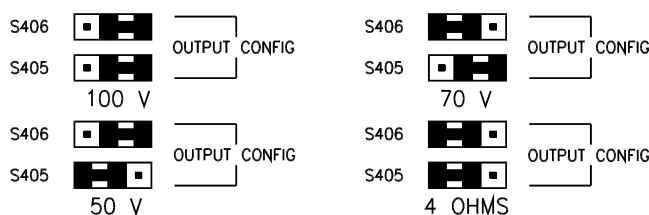

Bild 5 Codierbrücken S405 und S406 für Ausgangs-Erkennung OUTPUT CONFIG
- Die Codierbrücken S405 und S406 für die Ausgangs Erkennung sind wie in Bild 5 gezeigt zu stecken (die gesteckte Codierbrücke ist schwarz dargestellt).